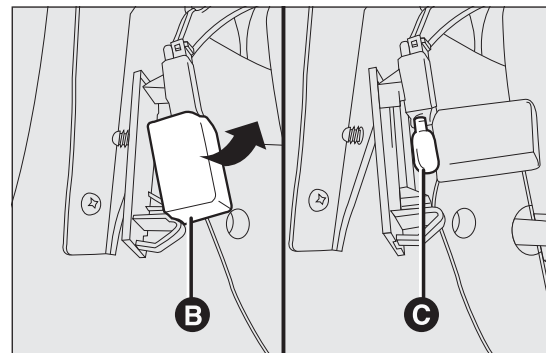

fig. 141
- ouvrir la protection B fig. 141 et remplacer l'ampoule C fig. 141 installée par pression ;